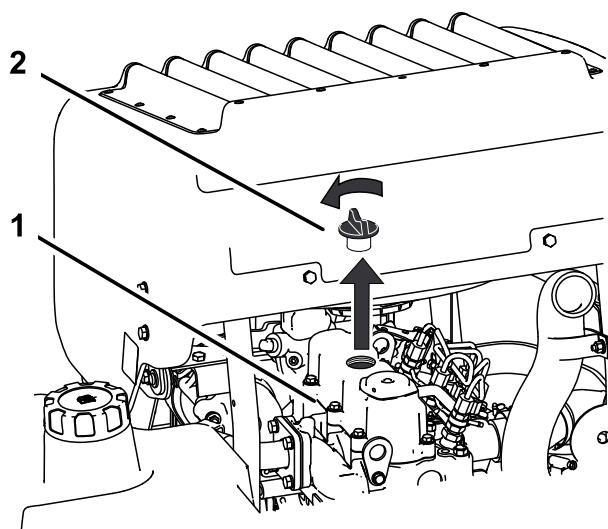

Figura 49
6. Retire o tampão de enchimento do óleo da parte superior do motor (Figura 49). Isto vai ajudar o óleo a escoar.
2. Retire o tampão de enchimento de óleo e a vareta (Figura 49).